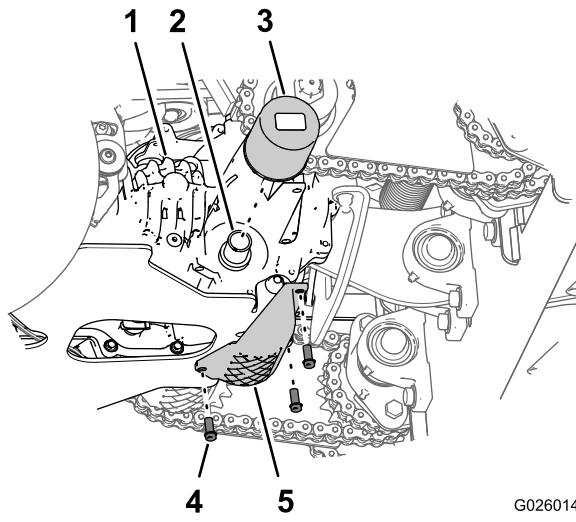

Figura 59
3. Retire los 3 pernos con arandela prensada que sujetan el protector del filtro a la transmisión y retire el protector (Figura 59).
4. Limpie la zona alrededor del filtro de la transmisión (Figura 59).
6. Gire el filtro en sentido antihorario y retire el filtro (Figura 59).
8. Para instalar el filtro, gírelo en sentido horario en el adaptador del filtro hasta que la junta entre en contacto con el adaptador, luego apriete el filtro entre 3/4 de vuelta y 1 vuelta más (Figura 59).
(Figura 59) y apriete los pernos a 1117-1243 N·cm (90-110 libras-pulgada).